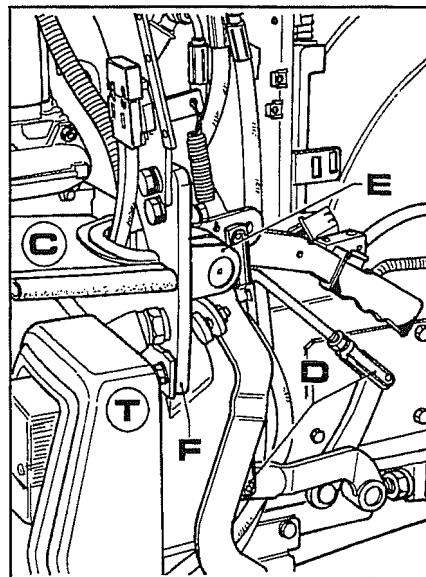

Fig. 15
15. Togliere la protezione **C**, scollegare le forcelle **D** quindi separare il supporto **E**, completo di pedale e leva frizione, dalla flangia **F** di fig. 15